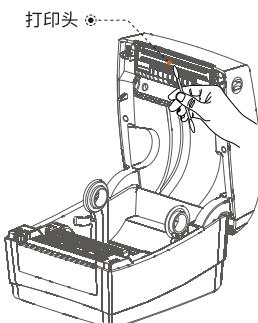

图1
- (1) 关闭打印机的电源，打开上盖，如果有纸，将纸去除；
- (2) 如果刚打印完毕，应等待打印头完全冷却；
- (3) 用柔软的棉布蘸无水乙醇（应拧干）擦除打印头表面的灰尘、污点；(图1)
- (4) 等待无水乙醇完全挥发后，合上上盖，重新试机打印。